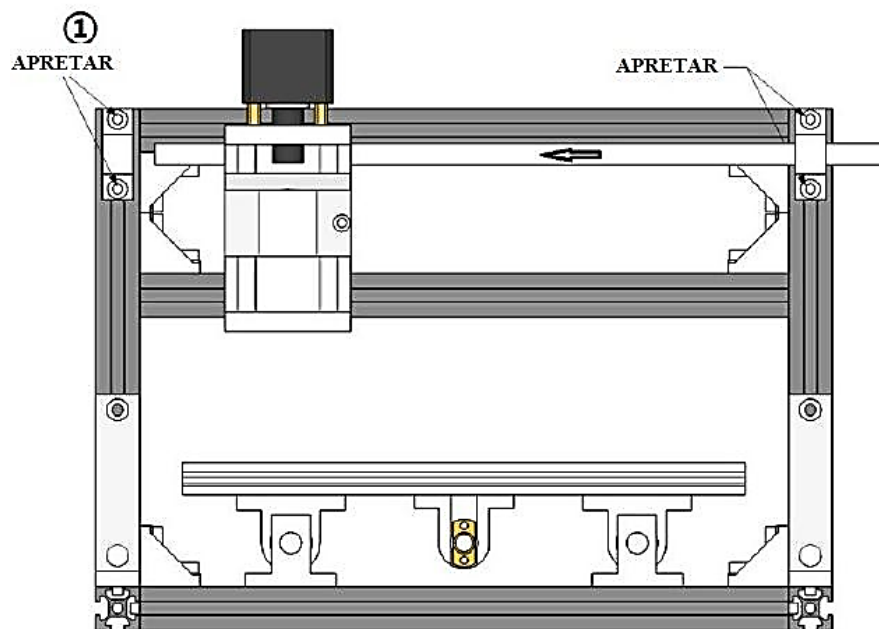

Figura 2.10. Primer ajuste de cabezal de herramienta y soportes en marco vertical.
- 1) Se coloca el cabezal porta herramienta en conjunto con una barra pulida y dos soportes para barra pulida, tomando un extremo como referencia y ajustando la posición de los soportes apretando los tornillos M5 tal y como se muestra en la figura 2.10.